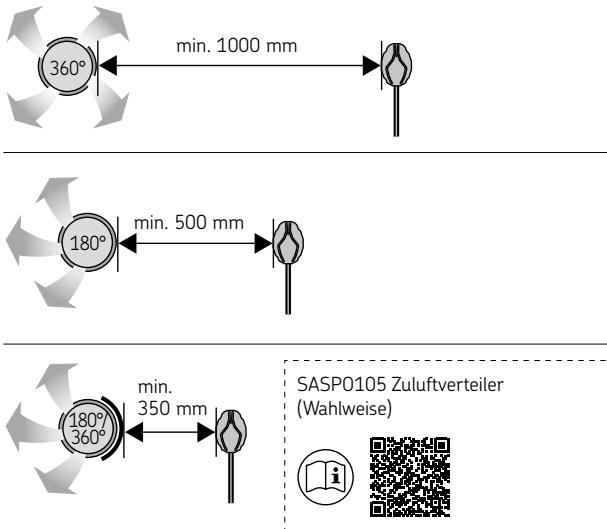

Abbildung 9. Mindestabstand des Fühlers zur Luftzufuhr.
- **Mechanische Ventilation:** Die Zuluftöffnung muss sich im oberen Teil der Sauna befinden, damit die Funktion des Temperatursensors nicht beeinträchtigt wird. (Abbildung 9. Mindestabstand des Fühlers zur Luftzufuhr.)